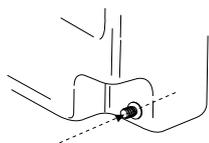

Abb.. 2
2. Durchbohren Sie den Tank mit einer dünnen Bohrer Spitze im Inneren des Anschlußstutzens, siehe Abb. 2.